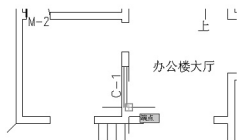

图 3.79 捕捉插入点
(4) 单击【确定】按钮,关闭对话框。此时“窗”图块基点的位置附到光标上。
(5) 在指定插入点或 [基点(B)/比例(S)/旋转(R)/预览比例(PS)/预览旋转(PR)]: 提示下,在如图 3.79 所示处单击,将“窗”图块插到该处。
(6) 在输入门窗编号 <C-1>: 提示下,输入“C-3”。